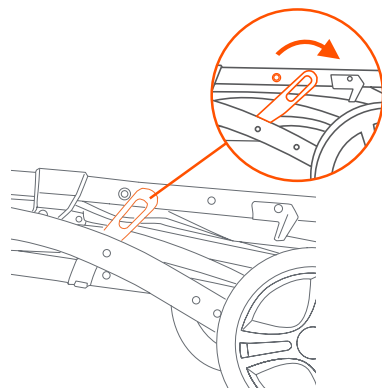

Fig. 8a
- 8) • Release the fold latch (Fig. 8a). Unfold the stroller frame by pulling the stroller handle upward until it clicks into locked position (Fig. 8b).
- Suelte el pestillo de plegado (Fig. 8a). Despliegue la carriola tirando de la manija de la carriola hacia arriba hasta que encaje en la posición de bloqueo (Fig. 8b).
- Relâchez le levier de verrouillage (Fig. 8a). Dépliez le cadre de la poussette en tirant la poignée de la poussette vers le haut jusqu'à ce qu'elle s'enclenche en position verrouillée (Fig. 8b).